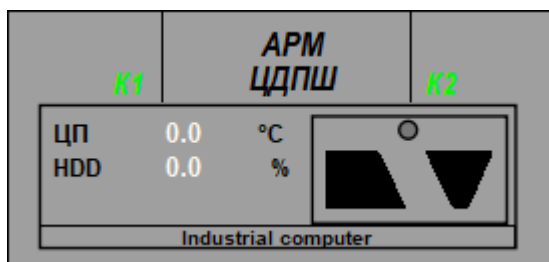

Рис. 3.41 Контролируемые параметры для АРМ-ов
На плане линии отображаются обобщенные индексы результатов диагностики устройств АСДУ ДПМ (Рис. 3.41).
2. Выбрать ЛКМ на плане линии обозначение «Диагностика» (Рис. 3.41) (при отображении детального плана станций на отдельном мониторе), или двойным щелчком мыши на обозначение «Диагностика».